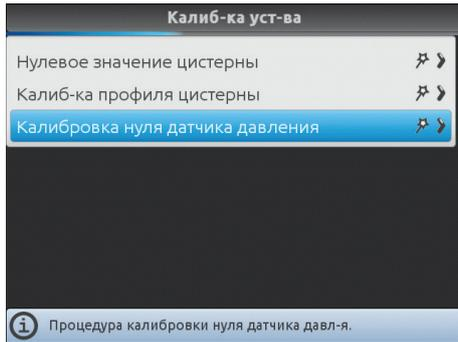

Рис. 139
**1** Выберите пункт **Калибровка нуля датчика давления** (Рис. 139) и нажмите **OK**.